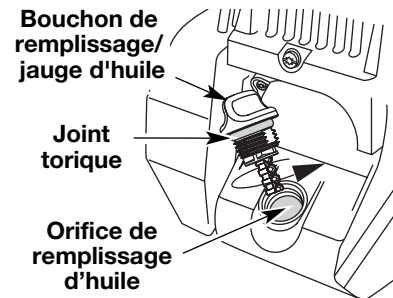

Fig. 23
- Si le niveau est trop bas, ajoutez un peu d'huile par l'orifice et revérifiez (Fig. 23). Continuez jusqu'à ce que le niveau
REMARQUE : Assurez-vous que le joint torique est mis sur le bouchon de remplissage / jauge d'huile au moment de la vérification et du changement d'huile (Fig. 23).